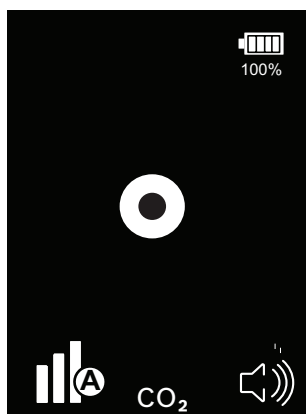

Fig. 6: Estado Estable
- ⇒ El IR LD 1.0 emitirá una alarma permanente sincronizada con el parpadeo del círculo central (consulte la Fig. 6).